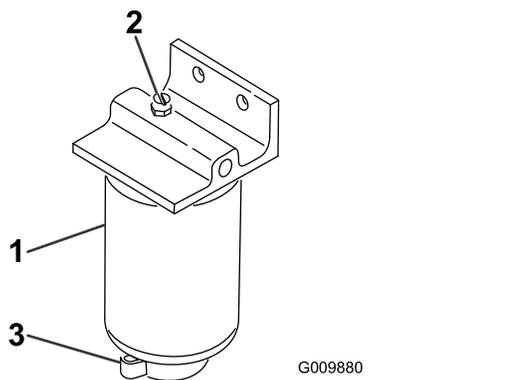

Figura 65
2. Afloje la válvula de vaciado en la parte inferior del cartucho del filtro (Figura 65).
1. Limpie la zona de montaje del cartucho del filtro (Figura 65).